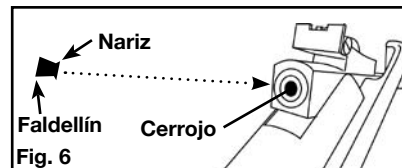

Fig. 6
- Con el cañón en posición abierta, después de que se haya amartillado, coloque un perdigón en la recámara, con la nariz hacia delante (vea la Fig. 6). Asegúrese de que la faldellín del perdigón esté al ras del frente de la recámara.